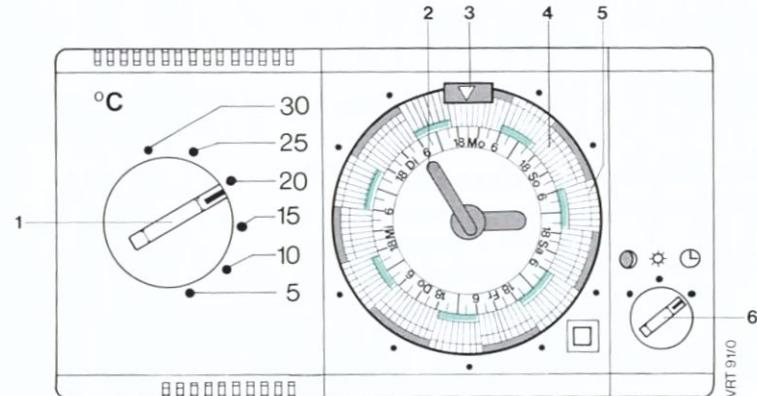

Fig. 1
(Fig. 1, Seite 3)
Beispiel: Bei Heizprogramm nach Abb. 1 schaltet die Heizung um 6 Uhr ein, die eingestellte Tagtemperatur wird etwa um 7 Uhr erreicht. Um 20 Uhr schaltet die Heizung ab, bis etwa 22 Uhr bleibt es angenehm warm.
Im Anlieferungszustand sinkt während der eingestellten Absenkzeiten – Schaltreiter (5) herausgezogen – die Raumtemperatur bis zu 5 K (5°C) gegenüber dem am Tagtemperaturwähler (1, Abb. 1) eingestellten Wert; die Absenkung kann am Potentiometer (20, Abb. 7, Seite 63) bis auf 10 K erweitert werden.